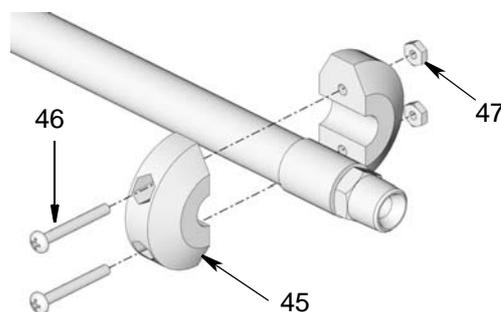

FIG. 18
4. Rimuovere la valvola di erogazione, i dadi (47), le viti (46) e il dispositivo di intercettazione a sfera (45) dall'estremità del flessibile (FIG. 18).
4. Rimuovere la valvola di erogazione, i dadi (47), le viti (46) e il dispositivo di intercettazione a sfera (45) dall'estremità del flessibile (FIG. 18). Tappare l'estremità del flessibile (se necessario) per evitare fuoriuscite di fluido.